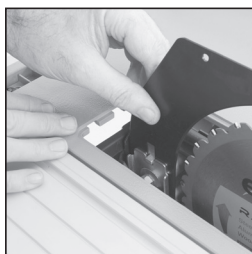

Fig. 3
- Schuif het spouwmes (het is schuifbaar voor het gemak) tussen de bevestigingsplaat en het montageblok. **(Fig. 3)** Zorg ervoor dat de uitstekende nokken van de montage blokken in de sleuf van het spouwmes vallen.